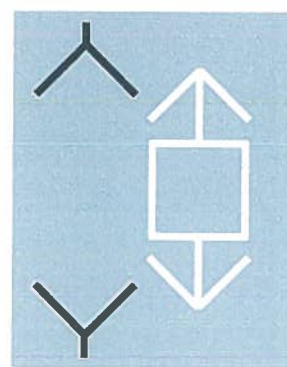

Fig.7.22
- pătratul aferent simbolului va avea interiorul de culoarea fundalului iar marginea și polii întreruptorului vor avea culoarea alb;Pe lângă colorarea dinamică descrisă mai sus, poziția „debroșat” presupune și o modificare a simbolului (mutarea simbolului întreruptorului în partea dreaptă) conform Fig.7.22.